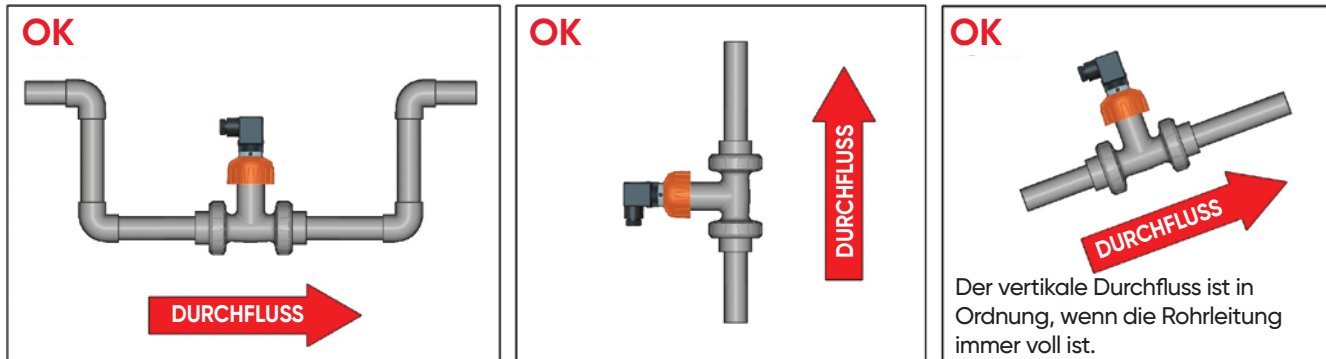

Abb. 2
- Die drei in **Abb. 2** gezeigten Konfigurationen gewährleisten, dass die Rohrleitung immer voll ist: Für eine korrekte Messung darf der Transmitter NIEMALS Luftblasen ausgesetzt werden.